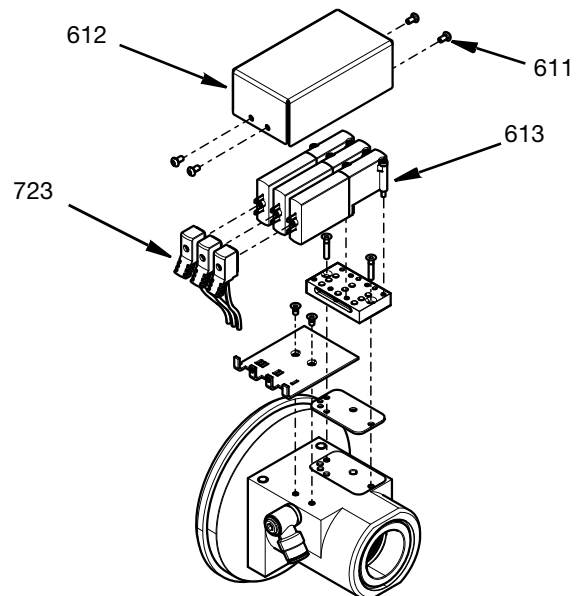

FIG. 20
12. È possibile accedere alle valvole a solenoide e al collettore rimuovendo il coperchio (612) e le quattro viti M3 (611). I connettori del cavo (723) possono essere scollegati e le valvole a solenoide (613) possono essere rimosse dalle viti collegate. Vedere FIG. 20.